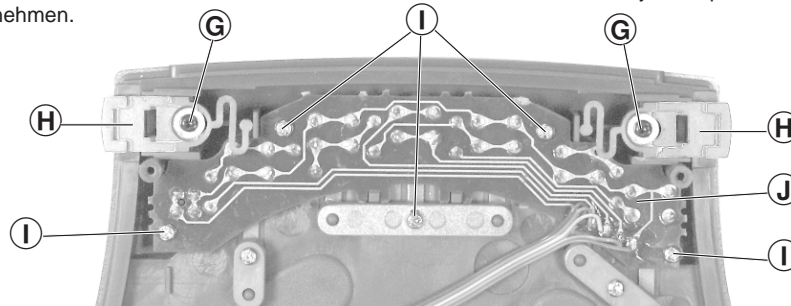

Fig. 7
**4. Tastenplatte ausbauen (Fig. 7)**
- 2 Schrauben © herausdrehen und die 2 Sperrschieber (H) abnehmen.
- 5 Schrauben (I) herausdrehen.
- Tastenplatte (J) herausnehmen.
**4. Removing the Keyboard Panel (Fig. 7)**
- Undo 2 screws © and remove the 2 locking sliders (H).
- Undo 5 screws (I).
- Take out the keyboard panel (J).